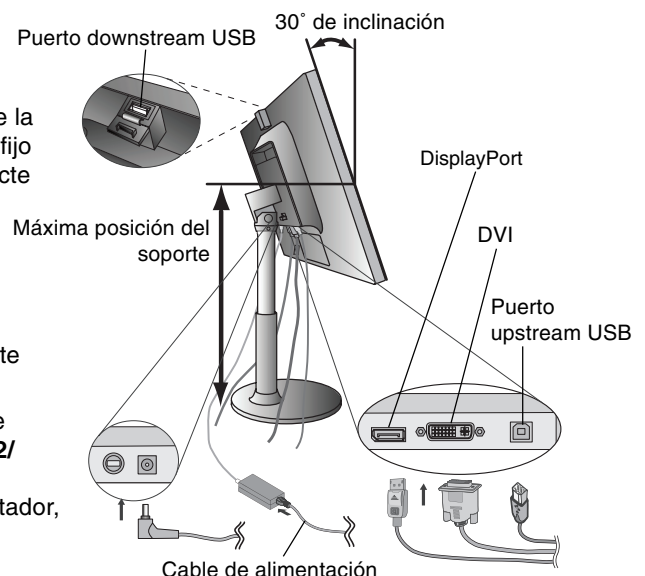
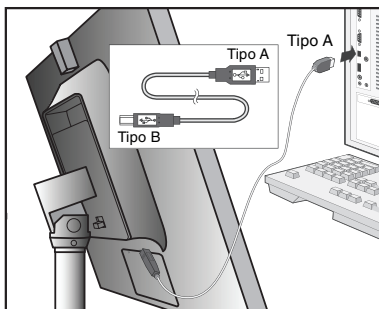

Figura B.1
Figura B.1a
3. Coloque una mano a cada lado del monitor para inclinar el panel LCD 30 grados y levántelo hasta alcanzar la posición más alta (**figura B.1**).
4. Conecte todos los cables a los conectores que corresponda de la parte posterior del monitor y enchufe el cable de alimentación fijo al adaptador de CA (**figura B.1**). Al utilizar el cable USB, conecte el conector del tipo B al puerto USB de upstream en la parte trasera derecha del monitor y el conector del tipo A al puerto de downstream del ordenador (**figura B.1a**). Si puede usar el cable del dispositivo USB, utilice los puertos de downstream situados en la parte trasera o a un lado del monitor.